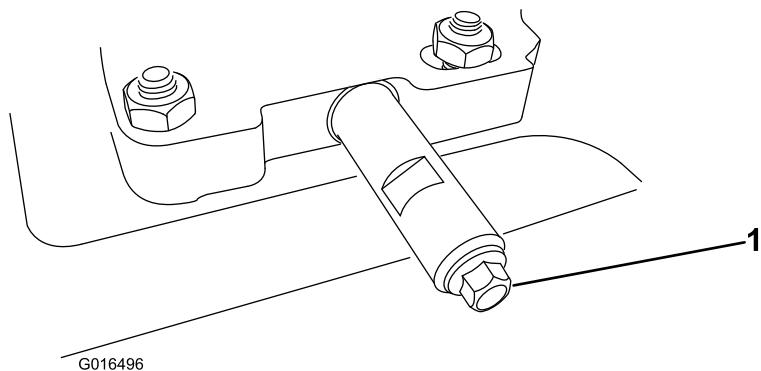

Рисунок 33
1. Очистите поверхность вокруг пробки для слива масла (Рисунок 33).